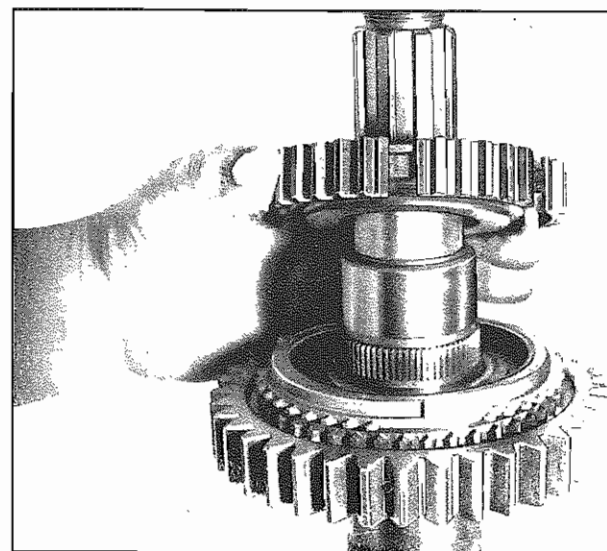

Fig. 24 - Mozzo sincronizzatore
- Riscaldare il mozzo sincronizzatore (**424**) a circa 80° C e premerlo sulla dentatura triangolare dell'albero come indicato in **Fig. 24**. La gola per l'anello elastico (**426**) deve essere rivolta verso l'alto.
- Heat synchronizer (**424**) to approx 80° C and push on splining of shaft as shown in **Fig. 24**. The recess for the circlip (**426**) should point upwards.